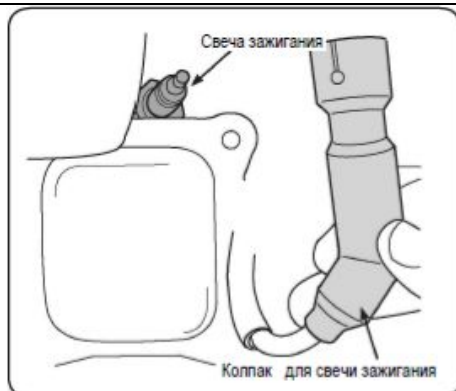

Рис. 15
2. Снимите колпачок свечи зажигания и выверните свечу, используя свечной ключ. Рис. 15.